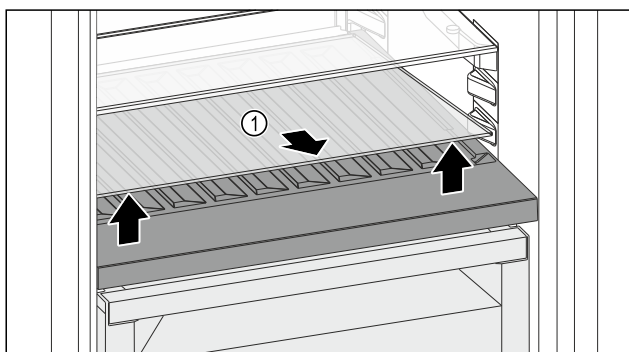

Fig. 110
- Soulever la plaque de verre Fig. 110 (1) au niveau de l'évidement avant et la retirer.
- Entreposer la plaque de verre Fig. 110 (1) dans un endroit sûr hors de l'appareil.